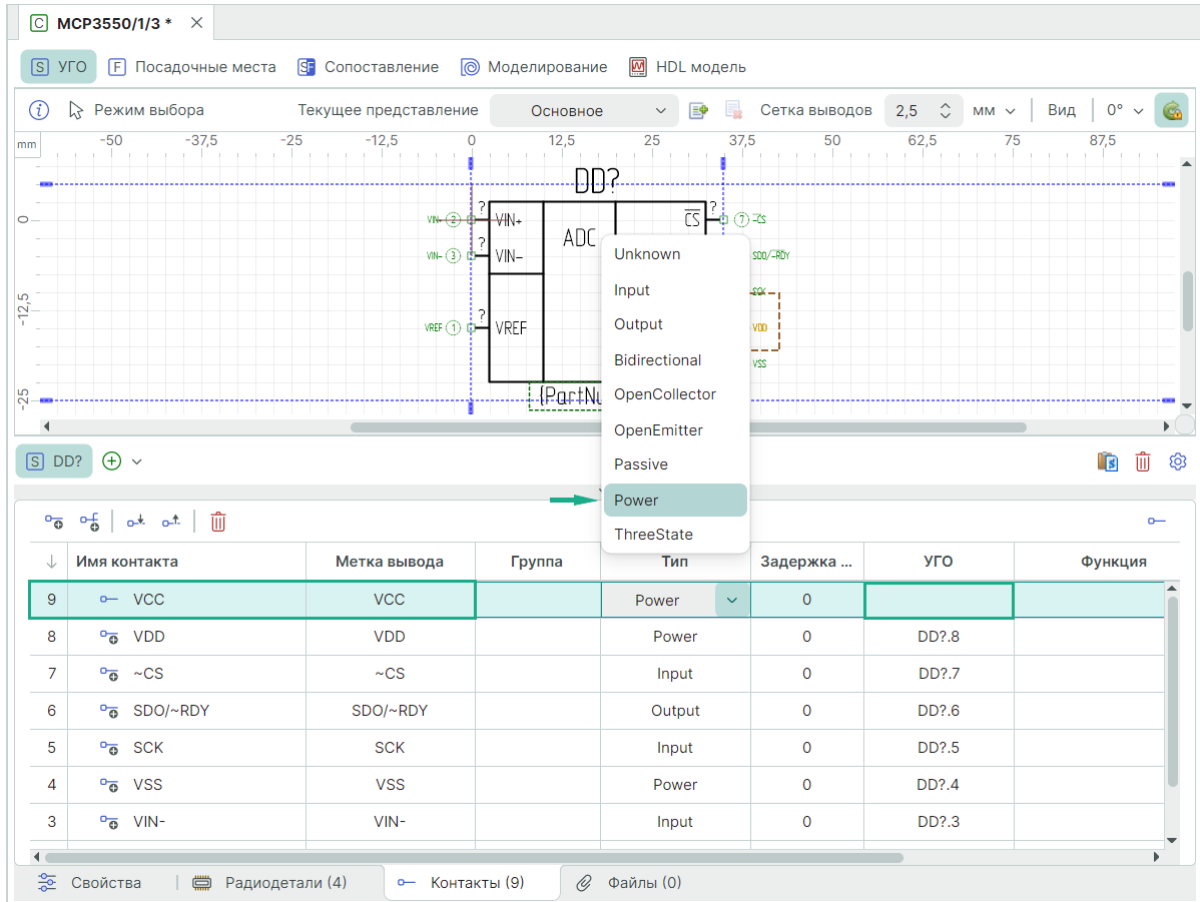

Рис. 262 Определение типа контакта
- Задайте для выбранного контакта тип «Power», см. Рис. 262.